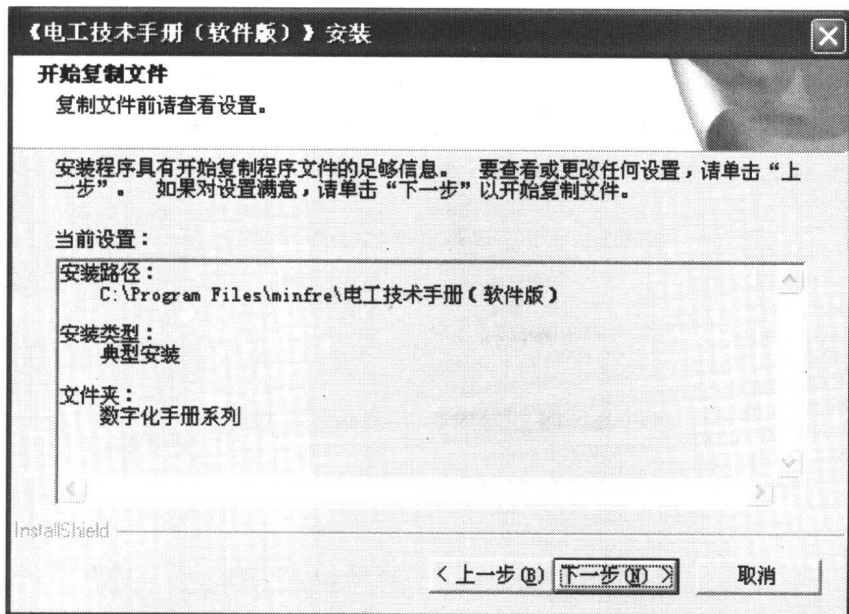
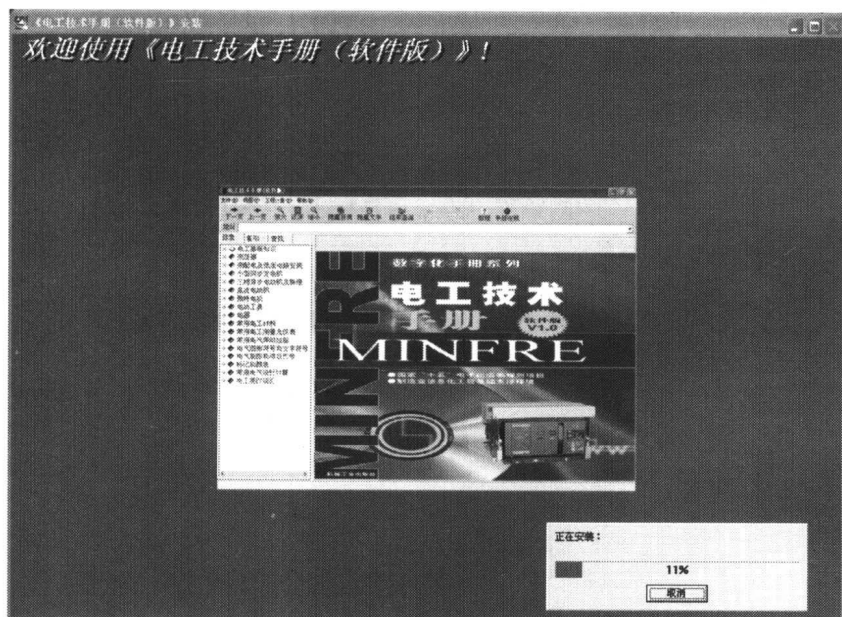

图 1-9 查看设置界面
图 1-10 显示安装进度界面
(9) 单击“下一步”按钮，安装程序将把软件复制到硬盘上，时间的长短取决于用户选择的安装类型。在复制文件前请查看设置界面，如图 1-9 所示。如果对设置满意，单击“下一步”按钮。在安装程序复制文件的过程中，使用进度条显示安装进行的百分比，并提示安装复制的文件和目录，如图 1-10 所示。在安装过程中，随时可以单击“取消”按钮退出安装程序。